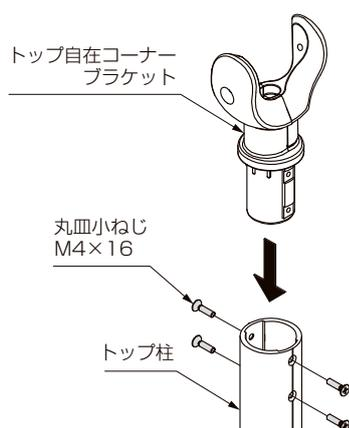

図6-10
- 柱にトップ自在コーナーブラケットを挿入して、ねじ止めしてください。(図6-10参照)